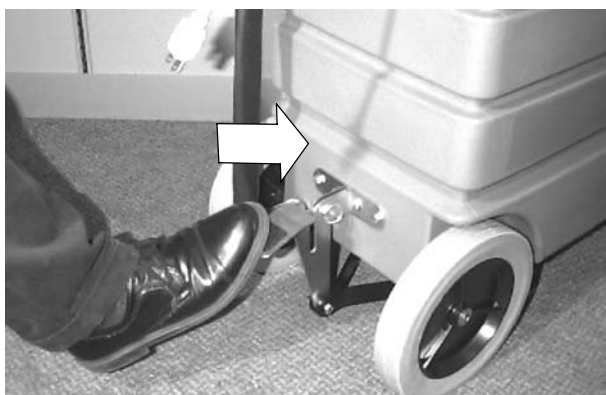

図 11
3. ペダルを軽く前方に蹴り、スクイージーを床面に下ろします。（図11）